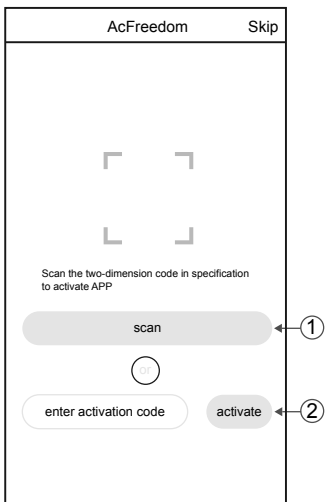

Fig. 1
2. También es posible utilizar el teléfono inteligente (solo Android 4.1 e iOS 6.0 o posterior) para escanear el "código QR" (Fig.1) con una aplicación de escaneo de terceros, que lo dirigirá automáticamente a la interfaz "AC Freedom" página de descarga para la instalación del software.
Una vez que la aplicación está instalado, ingrese a la sección de "Escanear" (punto 1, Fig.1) para ser dirigido en la página de inicio.